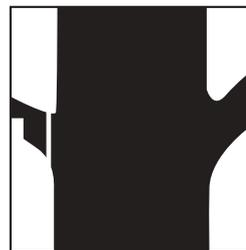

Fig. 54
3. Por último, corte el muñón con un corte a ras de arriba a abajo (Fig. 54).